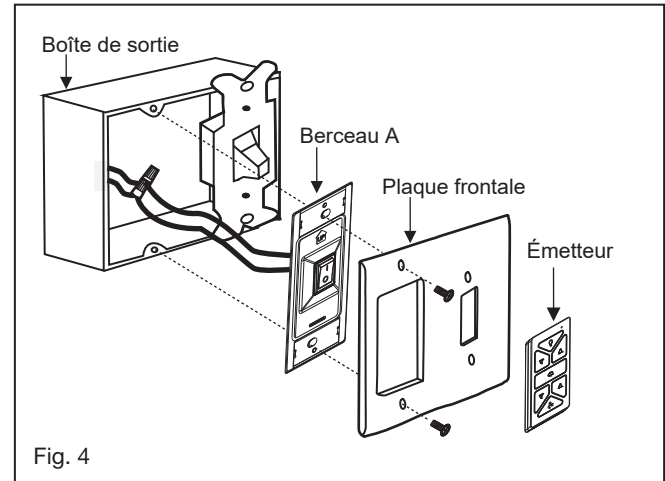

Fig. 4
- 9 Soulevez la boule/la tige de suspension/le ventilateur dans l'ouverture du support de suspension. **NOTE** : La languette opposée à l'ouverture du support de suspension doit s'insérer dans la fente de la rotule. (Fig. 4)
- 2 Connectez les fils conducteurs noirs de l'interrupteur du berceau A aux fils noirs du boîtier de l'interrupteur. Fil d'entrée sous tension vers l'un des fils de l'interrupteur du socle. Le fil d'alimentation du ventilateur est connecté au fil restant de l'interrupteur. (Fig. 4)
Un flux d'air VERS LE HAUT déplace l'air plus chaud hors de la zone du plafond, comme illustré à la Figure 4. Cela vous permet de régler votre appareil de chauffage sur un réglage plus frais sans affecter votre confort.